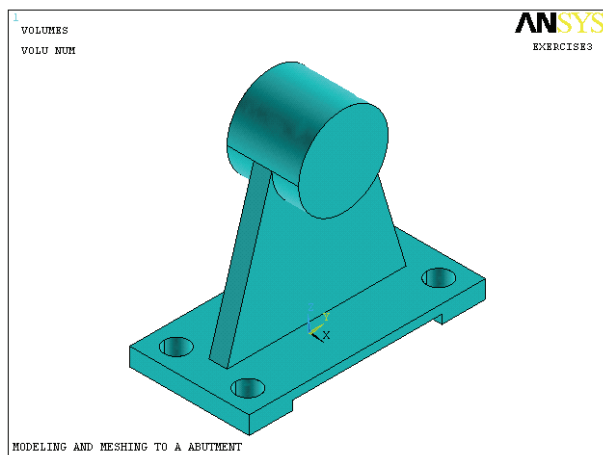

图 2-63 体相加结果显示
32) 选择 Utility Menu | Plot | Volumes 命令, ANSYS 显示窗口将显示如图 2-63 所示的体相加后的结果。